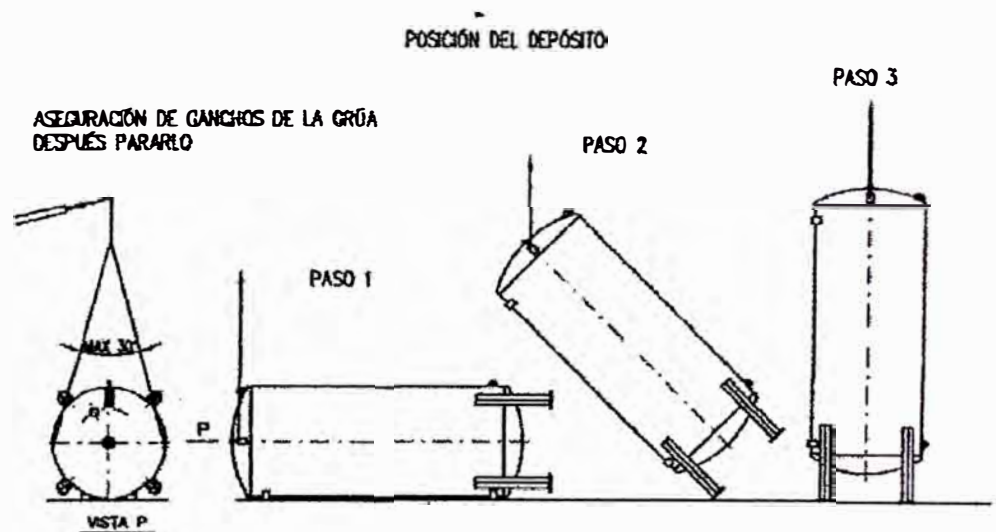

Figura 5.5. Izaje para Montaje de tanque en base final
- Erección se llevara a cabo de acuerdo al esbozo de secuencias según la figura 5.5.